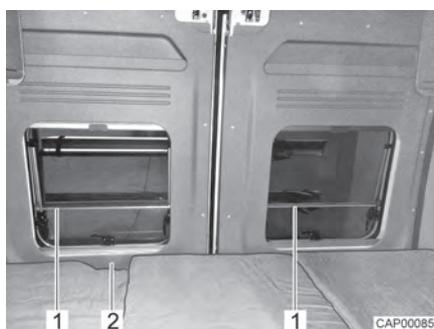

Fig. 41 Protección contra caídas (cama trasera longitudinal)
- ▷ Las ventanas de las puertas traseras están equipadas con una protección contra caídas (Fig. 41,1). La puerta trasera se puede abrir desde el interior a través del orificio (Fig. 41,2).